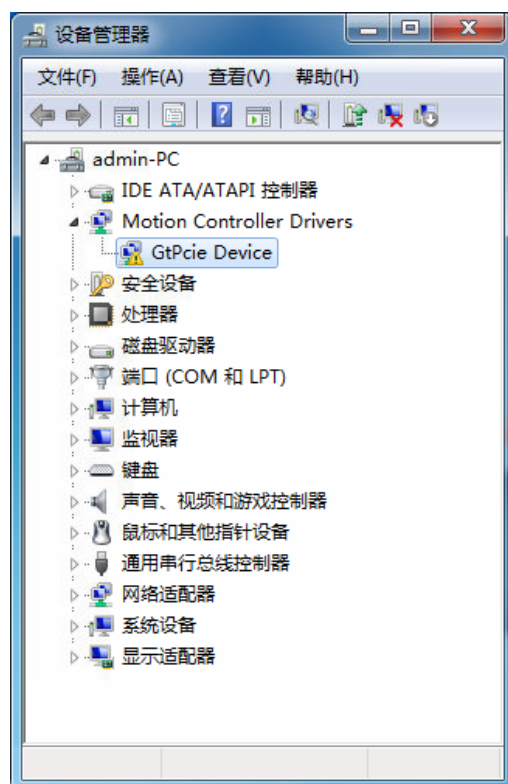

图 2-8 控制器驱动需要安装系统补丁界面
- (8) 如果第六步之后显示图 2-8 所示黄色叹号，则需要安装相应的系统补丁。系统补丁的安装方法较简单，在驱动路径下找到正确的补丁，直接双击运行“msu”文件即可。
| 图 2-8 控制器驱动需要安装系统补丁界面 | 14 |